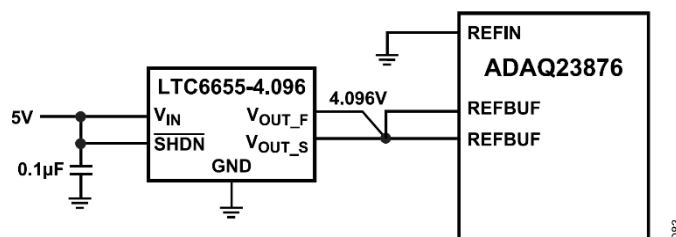

図 82. LTC6655を使用したREFBUFのオーバードライブ
4.096Vの外部リファレンスをREFBUFピンに接続して、内部リファレンス・バッファをオーバードライブすることもできます（図82参照）。これを実行するには、REFINをグラウンドに接続してリファレンス・バッファをディスエーブルする必要があります。外部リファレンスは、高速過渡応答性能を備えていることが必須であるため、REFBUFピンで0.5mA～1.6mAの負荷を駆動できます。REFBUFをオーバードライブする場合は、LTC6655の使用を推奨します。